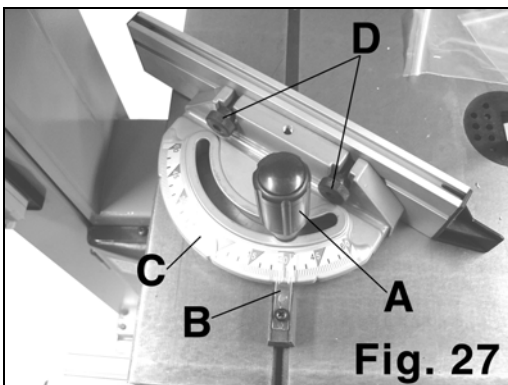

Fig. 27
- Le guide d'appui du guide d'angle se fixe à l'aide de 2 écrous moletés (D) **Fig.27**.
- Pour monter le guide d'angle, faites-le glisser dans la rainure de droite ou de gauche puis positionnez ce dernier à l'angle souhaité en utilisant la manette (A) desserrée au préalable.
- Choisissez l'angle voulu en vous aidant du vernier (C) et du pointeur (B).
- Enfin, bloquez le guide d'angle en resserrant la manette (A).